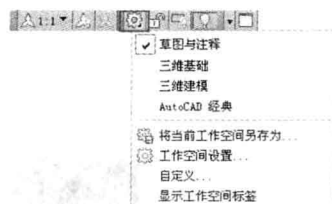

图 1-6 通过状态栏选择
- 状态栏：单击状态栏中的【切换工作空间】按钮，在弹出的菜单中进行选择，如图 1-6 所示。